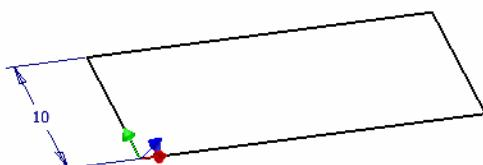
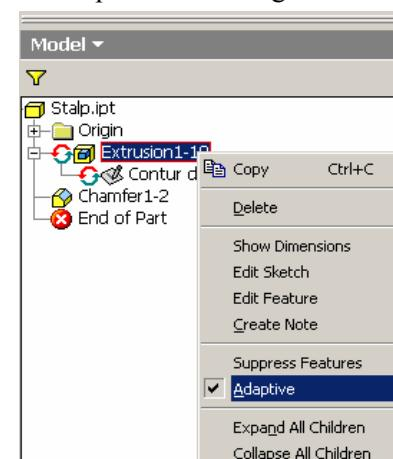

Figura 3.9.4.
Figura 3.9.5.
- Schițare dreptunghi **10 x X**, figura 3.9.4; se observă că lungimea dreptunghiului nu se dimensionează, ci se lasă la o valoare arbitrară desenată; operația se finalizează cu intrarea **Sketch1** în panelul **Browser Bar**, care se va redenumi **Contur de bază**, figura 3.9.5;
- Extrudare contur de bază pe distanță de 10; operația se finalizează cu intrarea **Extrusion1** în panelul **Browser Bar**, care se va redenumi **Extrusion1-10**, figura 3.9.5;
- Atribuirea caracterului de adaptabilitate, pentru intrarea **Extrusion1-10** din panelul **Browser Bar**, prin activarea opțiunii **Adaptive** din meniu contextual activat prin buton dreapta mouse pe numele intrării; în urma acestei operații, atât intrarea **Extrusion1-10** cât și intrarea subordonată acesteia, **Contur de bază**, vor fi marcate de simbolul (cerc cu săgeți), figura 3.9.5, evidențierănd astfel caracteristica de adaptivitate.
Versiunea finală a panelului **Browser Bar** este prezentată în figura 3.9.5.